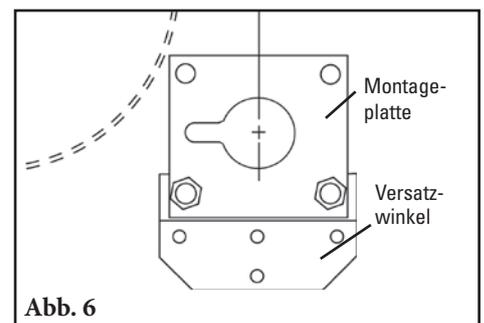

Abb. 6
10. **Montageplatten installieren.** Auf der einen Seite die Montageplatte auf die Steckachse schieben, dabei die Aussparung horizontal ausrichten, sodass sie in Richtung Trommel zeigt, und am Versatzwinkel anschrauben, in den Schlitz zentrieren und festziehen (Abb. 6). Vorgang auf der gegenüberliegenden Seite wiederholen, aber noch nicht festziehen.